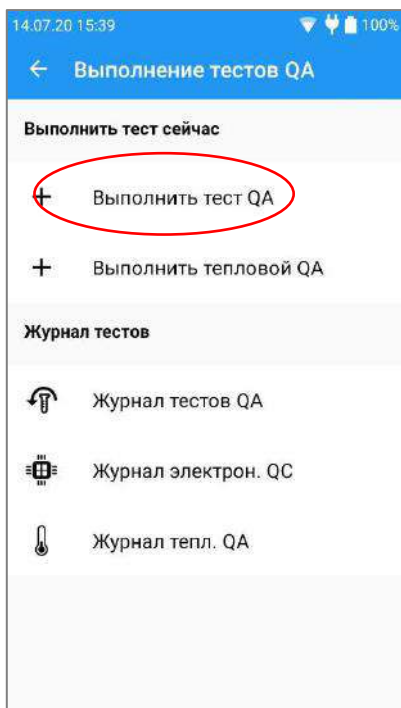

Рис. 12.
1. Запустите тест QA на главной странице, выбрав **Выполнение тестов QA**, а затем — **Выполнить тест QA** (рис. 12). Если анализ крови уже начался, выйдите из режима теста, а затем выберите **Выполнение тестов QA** на главной странице.